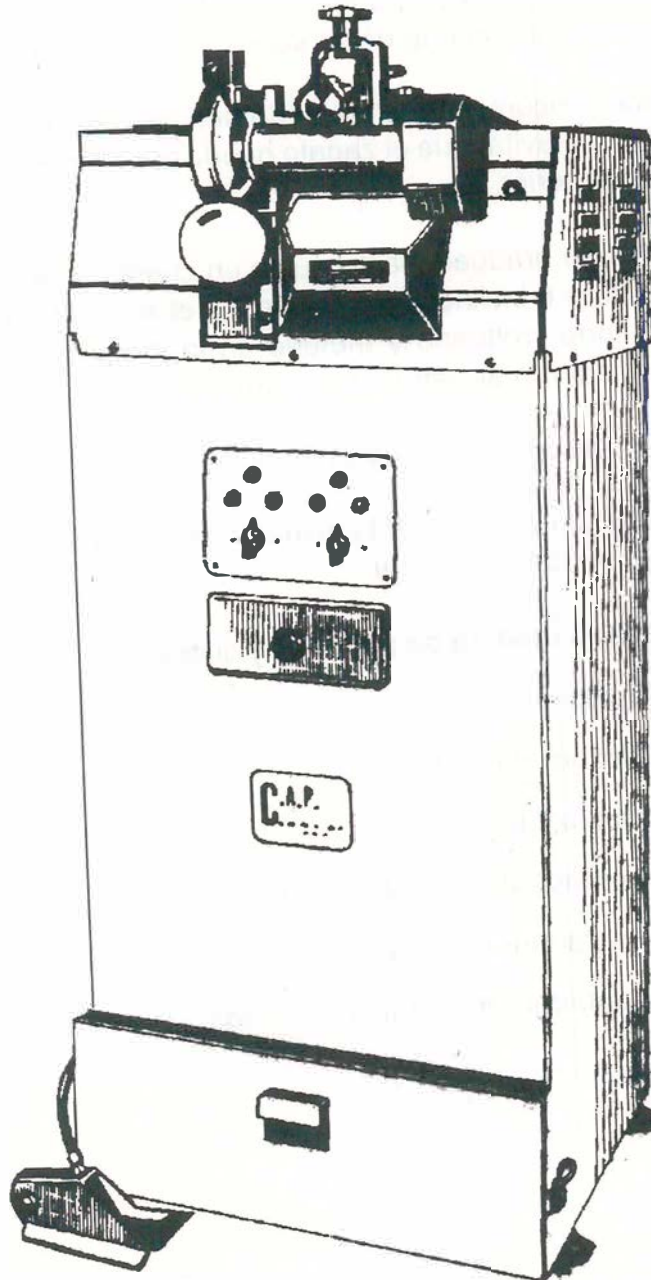

Fig. 1
1. MÁQUINA CARDADORA PARA CORTES SIN MONTAR (Fig. 1)